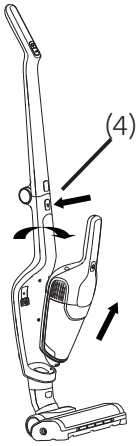
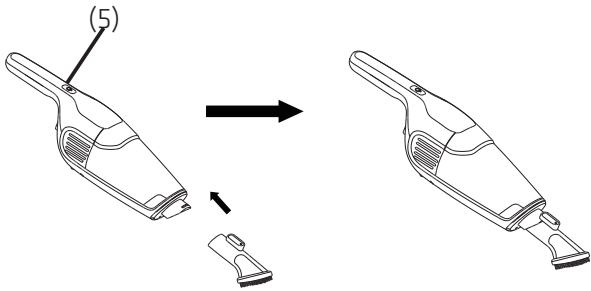

Fig. 4-2a
Fig. 4-2b
Tryck ned frigöringsknappen på underenheten (4) (se Fig. 4-2a), ta tag i underenhetens handtag för att ta bort den genom att följa den visade pilen, och tryck sedan ned strömbrytaren på underenheten (5) (se Fig. 4-2b), underenheten går in i arbetsläge och du kan trycka på strömbrytaren (5) för att få den att stanna.